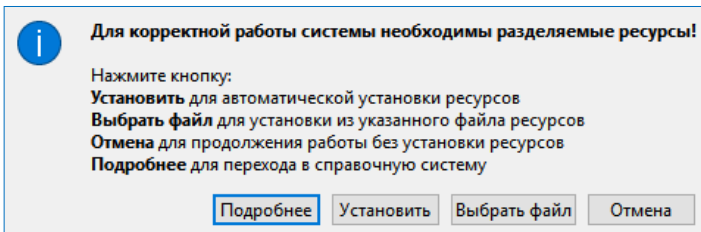

Рис. 2.1
Библиотека разделяемых ресурсов – это созданный на локальном компьютере, скрытый от пользователя, структурированный набор папок и файлов, в которых хранятся РР. При первом после инсталляции запуске система предлагает выполнить импорт РР (рис. 2.1).
- Нажмите кнопку **Установить** (рис. 2.1).
Импорт РР в ручном режиме – кнопка **Выбрать файл** (рис. 2.1).
Кнопка **Отмена** (рис. 2.1) позволяет отсрочить установку РР. В этом случае импорт РР можно будет выполнить позднее при помощи команды **Данные/Импорт разделяемых ресурсов** первоначального меню. Дальнейший порядок действий описан выше (см. ручной импорт РР, 2-ой вариант).